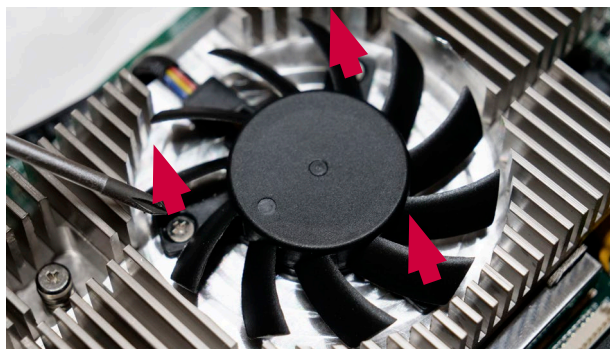

Рис. 24. Снятие винтов вентилятора
- b) Открутите три винта крепления вентилятора (рис. 24)
- f) Установите и затяните три крепежных винта (макс. крутящий момент 0,3 Н·м), удерживая вентилятор в месте монтажа (см. рис. 24).